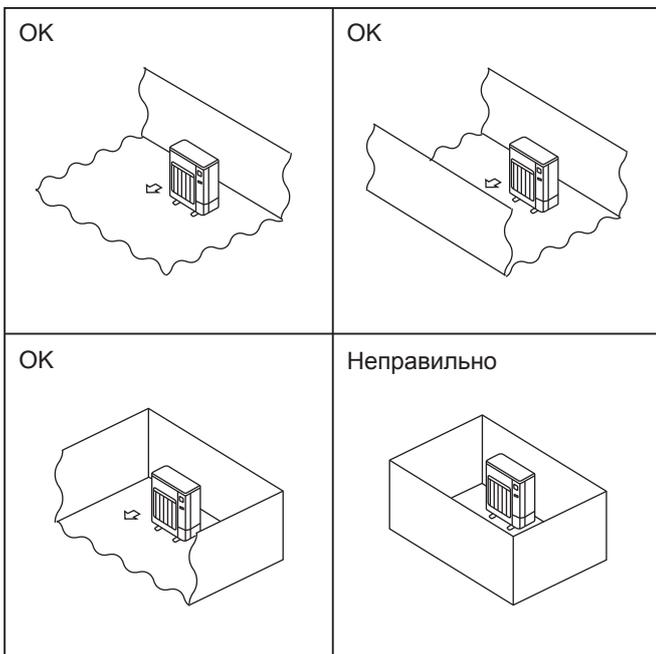

Fig. 2-2
- Ⓞ Устанавливайте наружные приборы в достаточно большом пространстве без преград, либо так, чтобы, по крайней мере, одна из четырех сторон прибора была открыта. (Fig. 2-2)